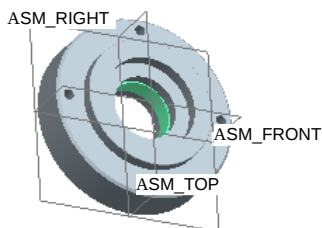

图 3.2.23 选取基准平面
- (1) 单击“截面”操控板的“参考”按钮 .
- (2) 在图 3.2.23 所示的模型中选取 ASM_TOP 基准平面为截面参考。
- (3) 在操控板中单击按钮 , 完成操作。